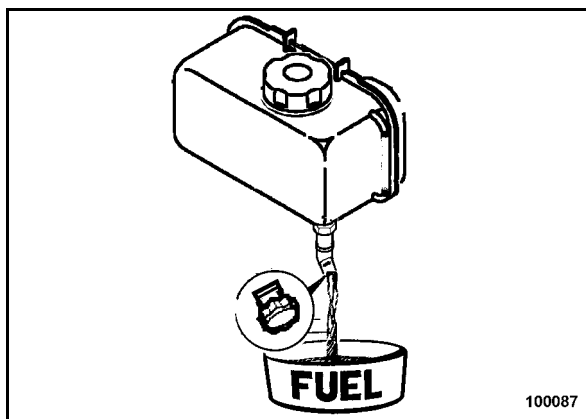

Fig. 56
- Desenroscar el tornillo de descarga (Fig. 56) debajo del depósito de combustible.